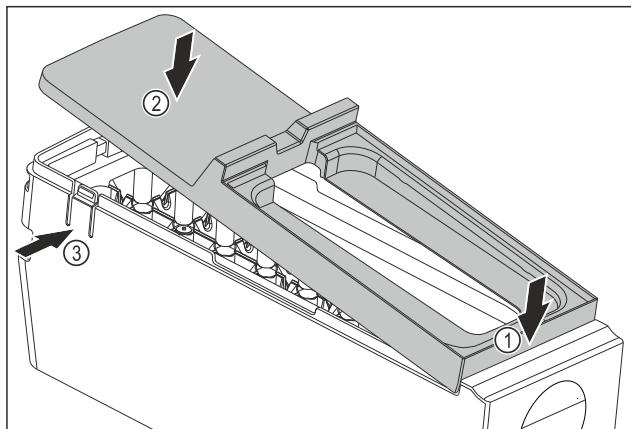

Fig. 77
- Смонтируйте крышку корпуса EasyTwist-Ice: Установите крышку спереди. Fig. 77 (1)
- Опустите крышку сзади. Fig. 77 (2)
- Крышка со щелчком фиксируется в накладках Fig. 77 (3).